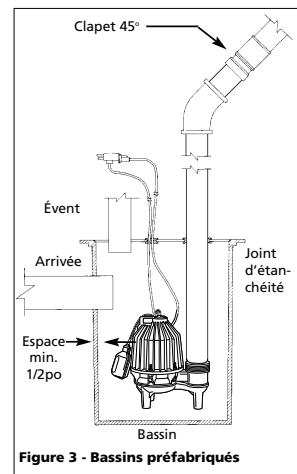

Figure 3 - Bassins préfabriqués
6. Cette pompe a un interrupteur à longue détachable tether switch avec une fiche superposée (Voir figure 3). La longueur du long (distance du cordon du flotteur à la pince) ne devrait pas être ajustée moins que 8,26 cm (3-1/4 po) et ne devrait pas être utilisée dans un bassin plus petit que 35,6 cm (14 po) de diamètre. Si vous utilisez un différentiel autre que celui